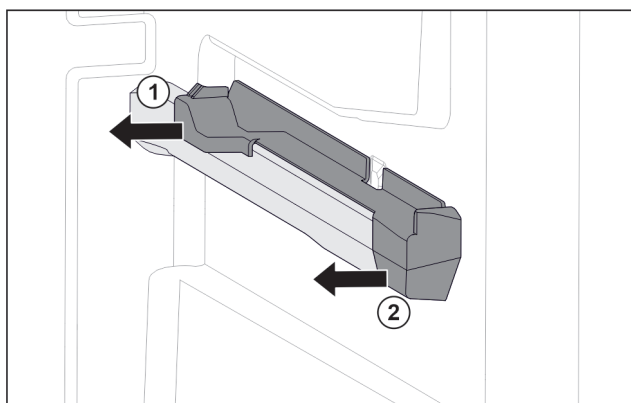

Fig. 107 Felhúzható elem a jobb oldali tartóbordán
- Oldalra húzza le a felhúzható elemet. Fig. 107 (1)
- Húzza előre felé a felhúzható elemet. Fig. 107 (2)